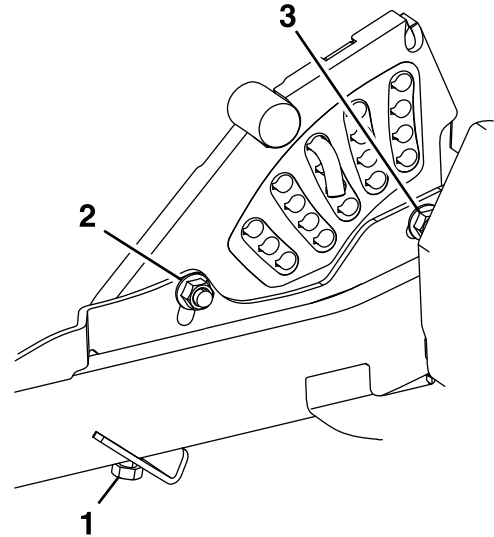

Figura 81
6. Para ajustar el sistema de un solo punto, primero afloje los pernos de montaje delantero y trasero de la placa de altura de corte (Figura 81).
7. Si la carcasa está demasiado baja, apriete el perno del ajuste de un solo punto girándolo en el sentido de las agujas del reloj (Figura 81).